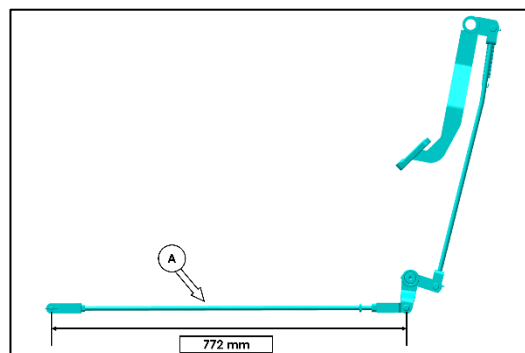

Fig. 173 - BIELLETTE DE FREIN
2. Assemblez les biellettes (repère A sur la fig. 173) gauche et droite sur le tracteur.
4. Réglez la biellette de frein (repère A sur la fig. 173) à l'aide du connecteur jusqu'à ce que la roue se bloque (rotation à la main).